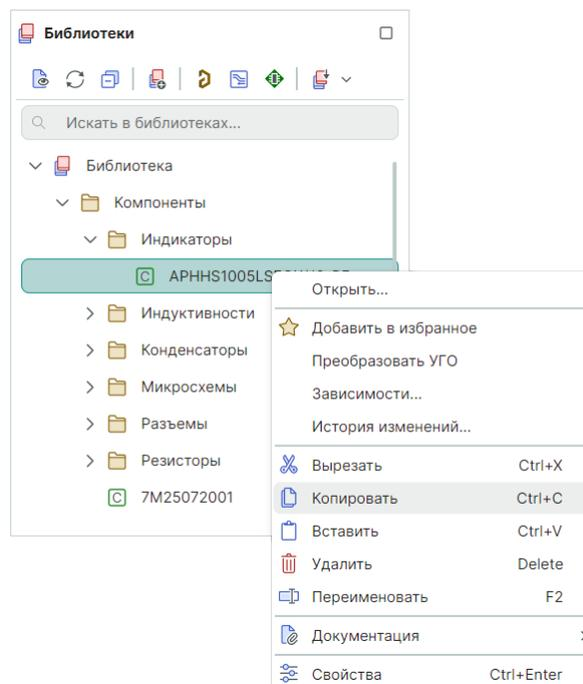

Рис. 352 Вызов функции копирования библиотечного объекта
- Вызов функции копирования осуществляется только из контекстного меню в иерархии библиотеки, см. Рис. 352.